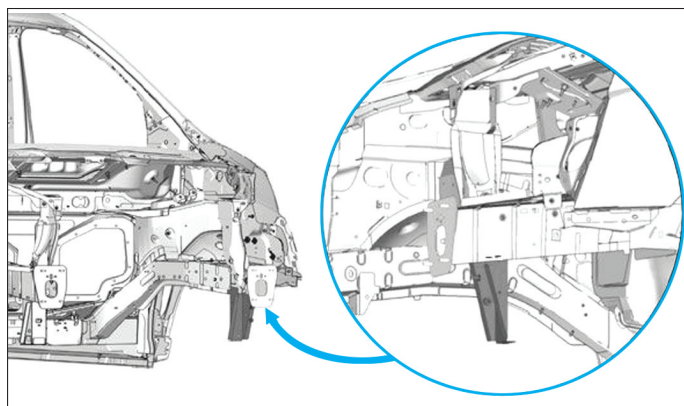

FIG. 23
- Souder par cordons (Fig.23).